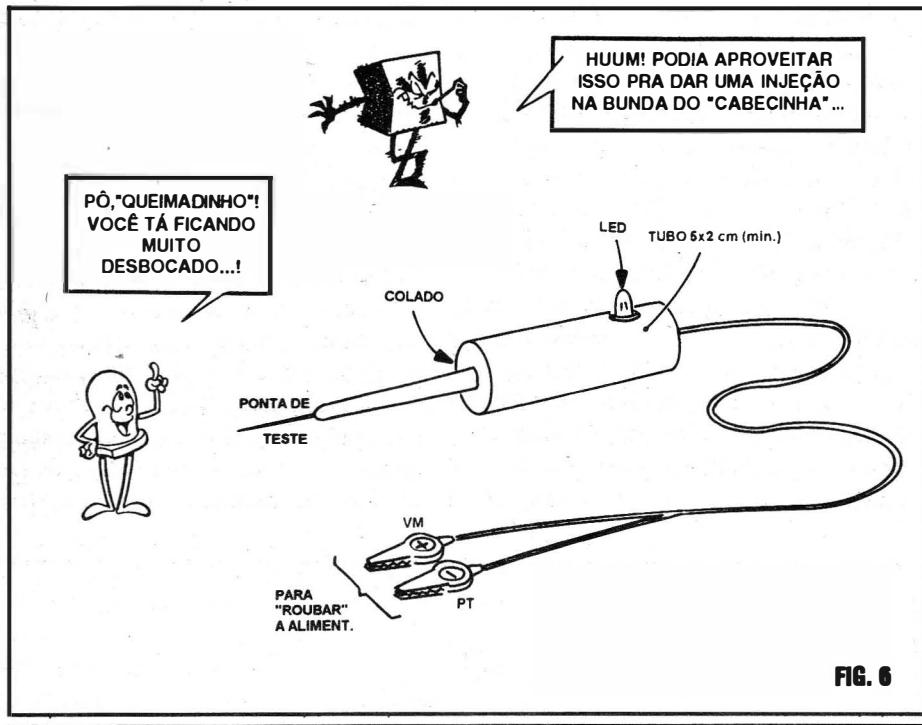

FIG. 6
- FIG. 6 - SUGESTÃO PARA O ACABAMENTO - Usando o *container* cilíndrico recomendado no item DIVERSOS/OPCIONAIS da LISTA DE PEÇAS, o encapsulamento e acabamento final do circuito poderá seguir a sugestão mostrada, resultando num instrumento prático, fácil de usar, elegante na sua forma... Notar a posição recomendada para o LED e respectiva furação na caixa tubular... Observar ainda que a ponta de prova deve ser colada à extremidade circular frontal da caixinha cilíndrica, enquanto que o par de cabos longos de alimentação (às garras "jacaré") devem sair de um furo feito no outro extremo da caixinha... Com um mínimo de trabalho e de "capricho", o Leitor/"Alu-